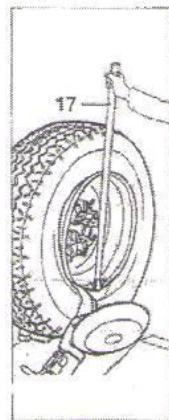

Рис. 7.6
- B. Повернуть колесо и одновременно вставить монтажную головку между ободом колеса и бортом шины, оно должно зацепиться за борт шины (см. рис. 7.6)
- E. Вставить рычаг LA (17, рис. 7.6) между ободом и бортом шины справа от монтажной головки.
L. Вставить рычаг LA (17, рис. 7.6) между ободом колеса и бортом справа от монтажной головки.